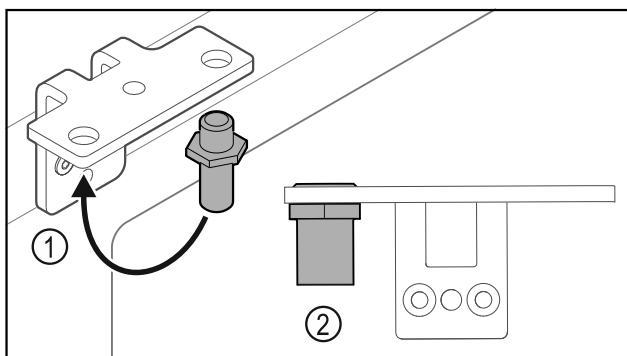

Fig. 17
- ▶ Premjestite svornjake Fig. 17 (1) u kutnim šarkama.
- ▶ Pritegnite svornjake Fig. 17 (2) okretnim momentom od 12 Nm.